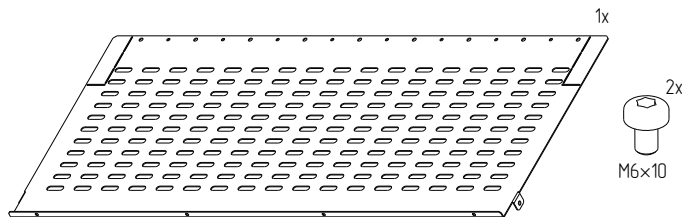

Рисунок 140
4.47.2 Проверить комплектность (рисунок 140).